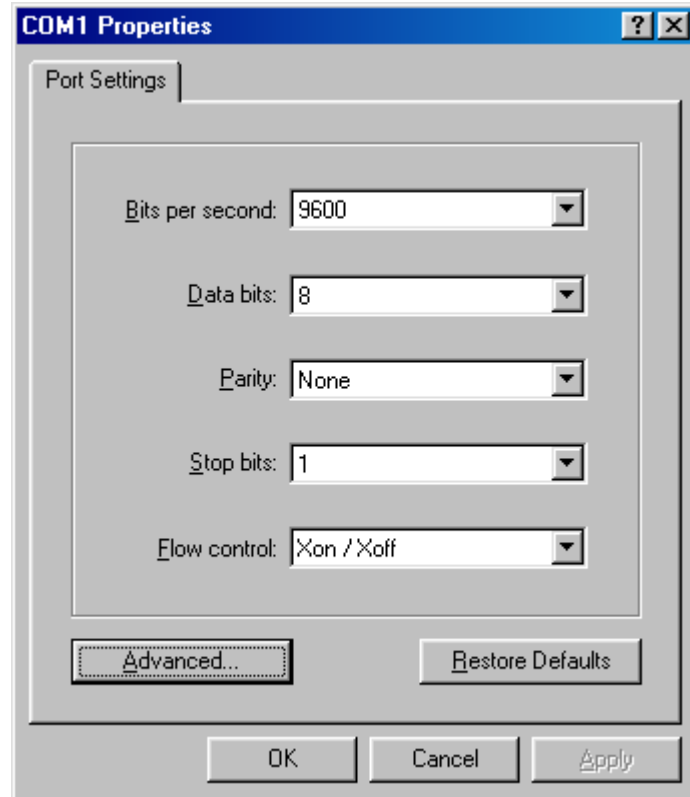

FIGURE 4 Boîte de dialogue Propriétés COM1 de Microsoft Windows™
- e. Choisissez exactement les paramètres indiqués à la FIGURE 4, puis cliquez sur OK.